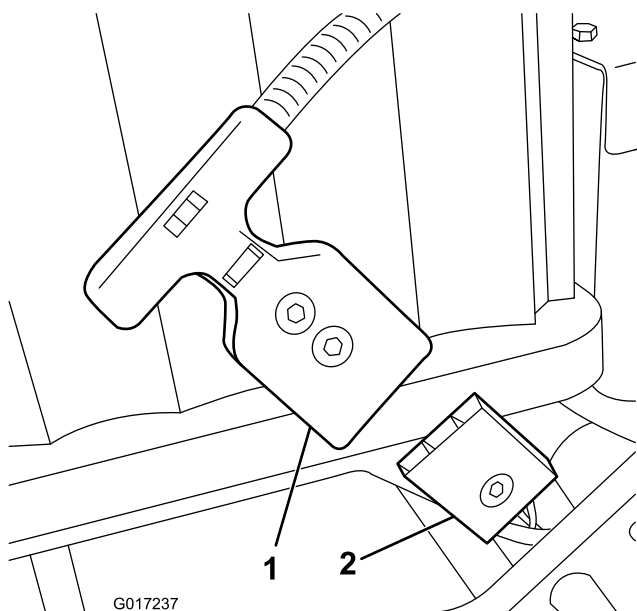

Figura 6
5. Desenchufe el conector en T del conector del suministro eléctrico principal de la batería que está sujeto a la bandeja de la batería (Figura 6).